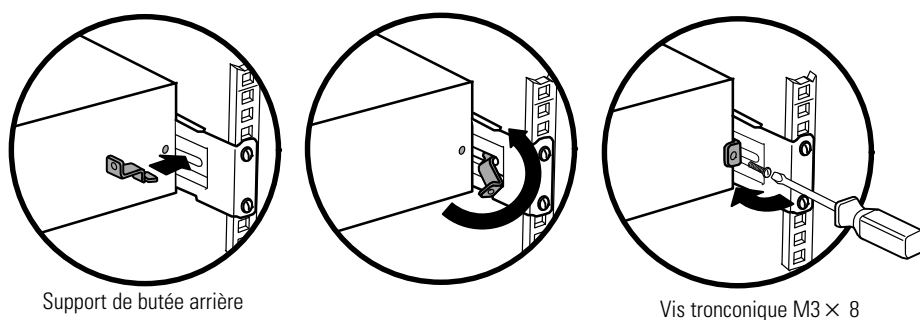

Figure 8. Fixation de l'arrière du Module (optionnel)
13. **En option.** Insérez un support de butée arrière à travers l'intérieur de chaque glissière derrière l'onduleur. Tournez chaque support et glissez-le jusqu'à ce qu'il soit fermement fixé au panneau arrière de l'onduleur. Fixez chaque support à l'onduleur avec une vis tronconique M3 × 8. Voir Figure 8.